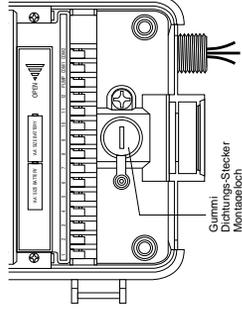

ABB. 23: Kabelanschlußfach des Controllerkastens
- Entfernen Sie den Gummi-Schutzstößel aus der Schrauböffnung und schieben Sie eine Schraube der Größe 8 durch die Öffnung im Controllerkasten [siehe Abb. 23].
- Ziehen Sie die Schraube fest an, bis der Controllerkasten an der Wand fest sitzt und setzen Sie dann den Gummi-Stößel wieder in die Öffnung [siehe Abb. 23].